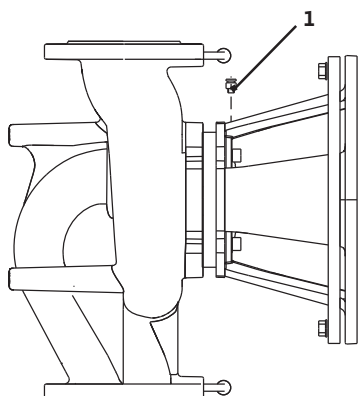

Fig. 43: Válvula de ventilação
- Purgar o ar das bombas, desapertando as válvulas de ventilação (fig. 43, pos. 1). O funcionamento a seco danifica o empanque mecânico da bomba. O sensor da pressão diferencial não pode ser ventilado (perigo de danificação).